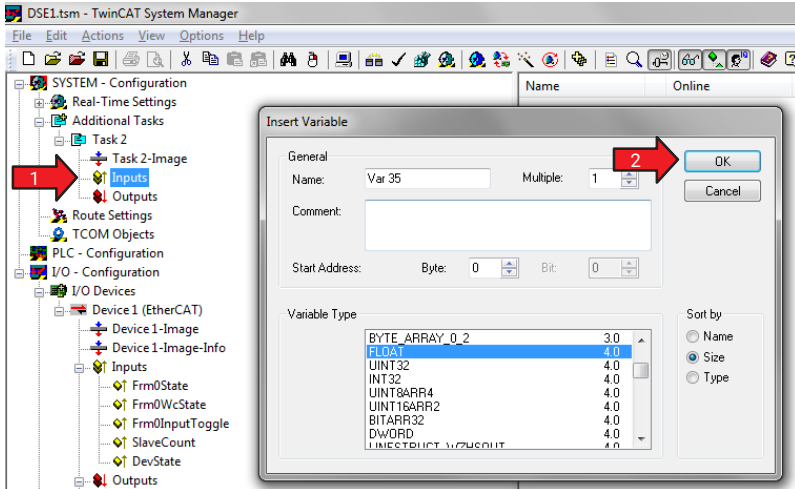

Abb. 6.21 Variable für Messwerte anlegen
- Legen Sie über das Kontextmenü (rechte Maustaste) von **Inputs** unter **Task2** eine neue Variable an (Abb. 6.21), hier eine Float-Variable für Messwerte (**Var35**).